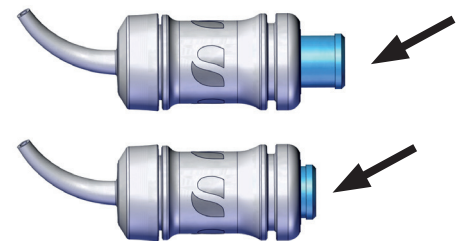

Abb. 4
- ⇒ Geräteklappe (3) öffnen.
- ⇒ Kapsel durch Eindrücken des Stößels aktivieren (Abb. 4).
- ⇒ Kapsel in Kapselhalter (2) einsetzen.
- ⇒ Start-Taste (1) drücken.